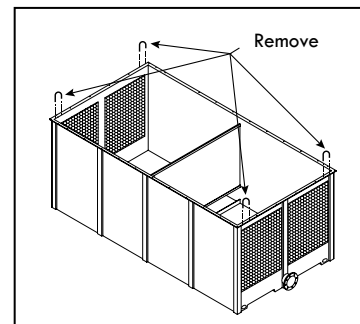
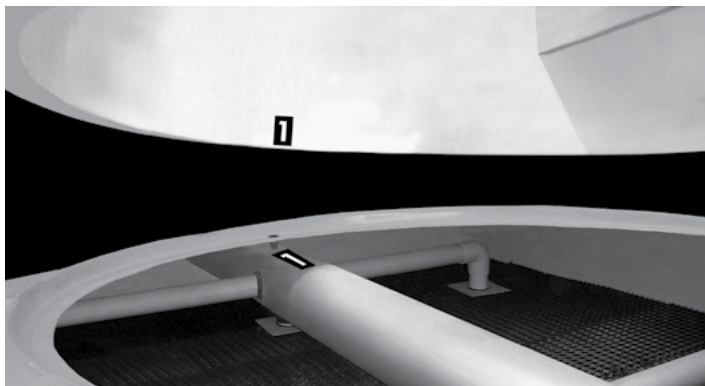

Figura A-108: Remover argollas de izar de la cisterna de una torre modular (RTGMTC)
Figura A-126: Alineación del reductor de ducto
- J. Remueva las argollas de izar de la sección de cisterna #1 antes de instalar la sección del cuerpo #1, como se muestra en la Figura A-108.
- A.** Antes de instalar el ducto del ventilador (ver secciones A.2, A.3 y A.5 para referencia), colocar el reductor de ducto en la brida receptora ubicada encima de la torre (ver Figura A-108). Asegúrese de que los agujeros de tornillos y las marcas dentro del reductor de ducto están alineadas (Figura A-126). Luego sujétela usando los tornillos y tuercas de acero inoxidable suministrados por REYMSA.